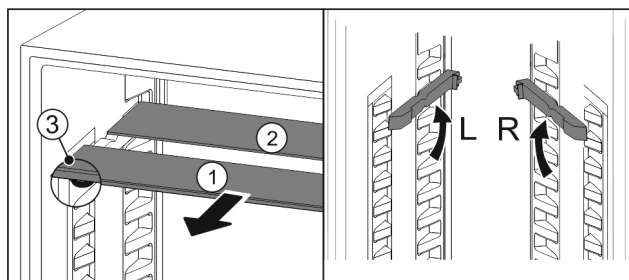

Fig. 35
- Træk glaspladerne ud enkeltvis fremad Fig. 35 [1].
- ▷ Glaspladen Fig. 35 (1) med pyntelisten ligger foran.
- ▷ Stoppene Fig. 35 (3) peger nedad.